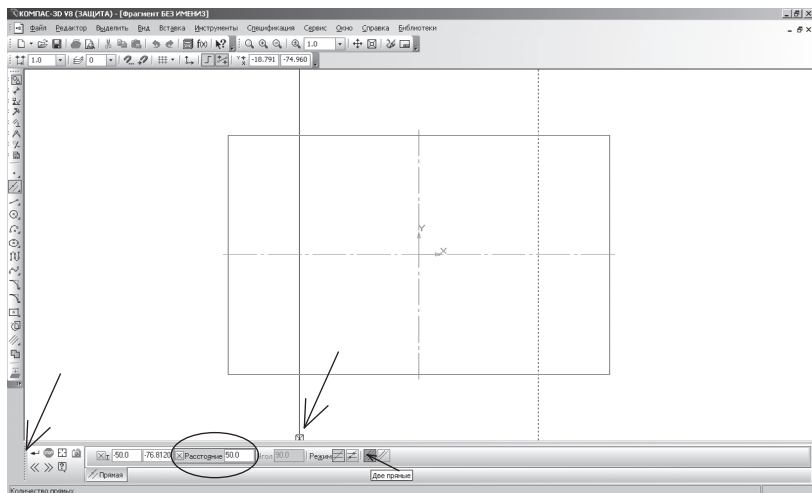

Рис. 56
- введите параметры в поле **расстояние** – 50 (считается расстояние от осевой линии вправо и влево, потому что на чертеже между окружностями 100 мм) панели **Свойств** и нажмите **<Enter>** (рис. 56);
- по умолчанию система предлагает фантомы прямых, расположенных на заданном расстоянии по обе стороны от базового объекта. При этом в группе **Количество прямых** активен переключатель **Две прямые**. Текущий вариант оформлен сплошной линией и помечен специальным системным символом в виде перечеркнутого квадрата (рис. 56). Второй вариант оформлен пунктирной линией. Система не знает, какая из прямых (или обе) нужна для построения. Любой из вариантов можно сделать текущим простым щелчком ЛКМ по прямой;
- щелкните ЛКМ по специальному системному символу в виде перечеркнутого квадрата или по кнопке **Создать объект** –  на Панели специального управления (рис. 56), система сама построит текущий вариант. Так как нам необходимы оба варианта, повторно щелкните ЛКМ по специальному системному символу в виде перечеркнутого квадрата, который переместился на другую прямую или по кнопке **Создать объект** –  на Панели специального управления. Таким образом зафиксируйте фантомы обеих прямых;